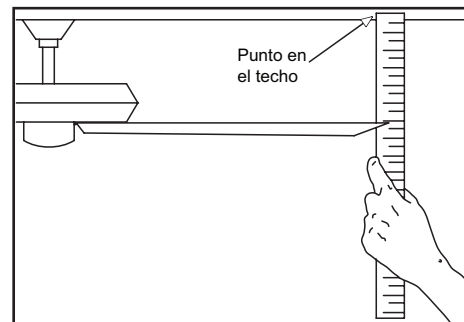

Figura 13
2. La mayoría de los problemas de oscilación del ventilador se deben a que las aspas no están a un mismo nivel. Verifica este nivel seleccionando un punto en el techo sobre la punta de una de las aspas. Mide desde un punto en el centro de cada aspa a un punto en el techo. Mide esta distancia como se muestra en la Figura 13. Rota el ventilador hasta que se posicione la siguiente aspa para su medición. Repite para cada aspa. Las desviaciones de la medición deben estar dentro de 1/8". Enciende el ventilador por 10 minutos.